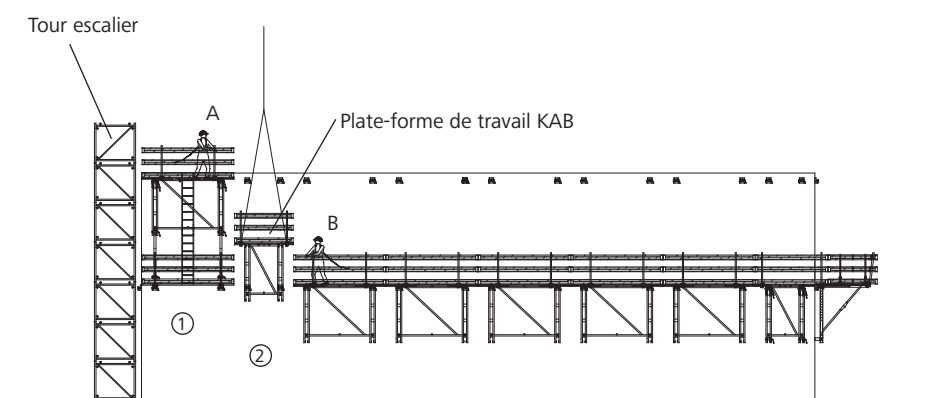

Fig. 30.1
9. Gruter la plate-forme KAB (2) vers le niveau suivant (Fig. 30.1) et l'accrocher sur les sabots.